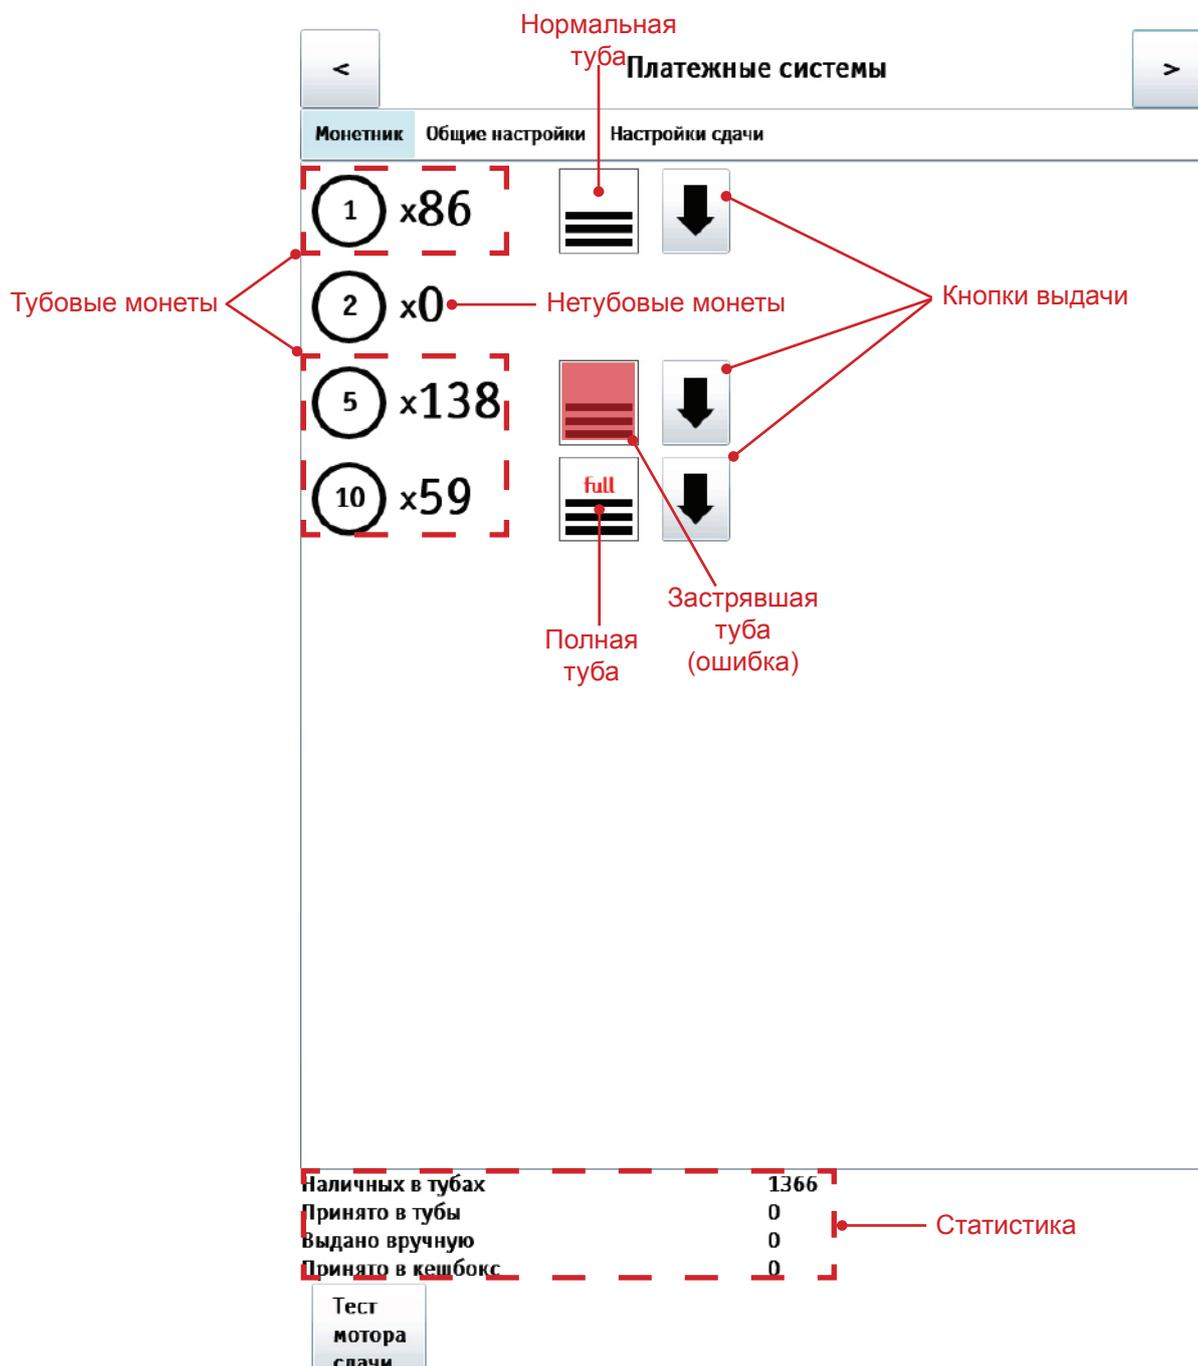

Рисунок 27 - Монетник
Вид экрана может отличаться от рис. 27 в зависимости от конфигурации монетоприёмника (количество и номинал туб для монет).
На экране **Монетник** рядом с тубовыми монетами отображается специальный значок тубы. Рядом с нетубовыми монетами такого значка нет (см.рис.27).
Значок тубы может отображаться в одном из трёх состояний: нормальная туба(незаполненная и незастрявшая), полная туба и застрявшая туба (см.рис.27).
Для выдачи монеты из нужной тубы нажмите на кнопку выдачи рядом со значком тубы (см. рис. 27).
1. Тест мотора сдачи - при нажатии выполняет тест мотора сдачи (см.рис.27).